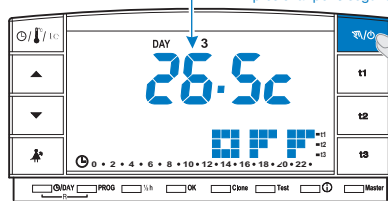

fig. 59
- Para activar la función presionar la tecla “” (unos 6 seg.) hasta que aparezca en la pantalla el mensaje **OFF**, indicando que el cronotermostato está desactivado (ejemplo fig. 59).